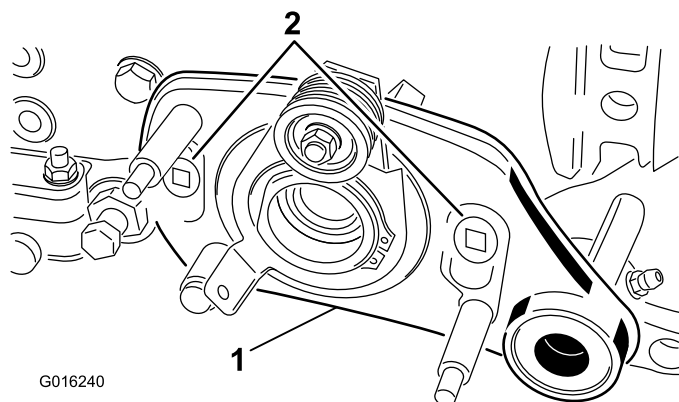

Рисунок 36
8. Отверните 2 болта с буртиком, которые крепят узел привода щетки к переходникам боковых плит (Рисунок 36).